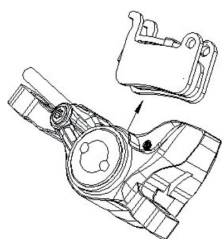
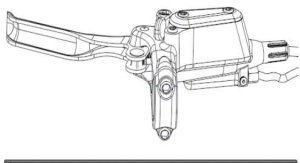

Figura 2-5 Desmontaje/montaje de pastillas de freno y accesorios
Figura 2-6 La ranura de aceite del freno de disco está paralela al suelo
- ② Retire la rueda y saque la placa de retención del cuerpo de la pinza del freno de disco (como se muestra en la Figura 2-5).
- ③ Limpie el pistón y sus alrededores.
- ④ Coloque la bicicleta de modo que el depósito de aceite del freno de disco esté nivelado con el suelo y, a continuación, desenrosque el tornillo de sellado del depósito de aceite (como se muestra en la Figura 2-6).
- ⑤ Presione el pistón hasta la posición inferior sin que se desvíe ni sobresalga (tenga en cuenta que puede salirse el aceite de la ranura de aceite).
- ⑥ Coloque pastillas de freno nuevas y vuelva a montar las ruedas.
- ⑦ Mueva la palanca de freno varias veces para asegurarse de que está compactada.
- ⑧ Después de confirmar que las pastillas de freno no interfieren con los discos, fije las ruedas.
- ⑨ Apriete los tornillos de sellado de la ranura de aceite y vuelva a colocar la palanca del freno de disco en su ángulo de conducción original.
En el cuerpo de la pinza del freno de disco, cuando el pistón se mueve o sobresale de forma irregular en ambos lados o cuando la pastilla interfiere con el disco, consulte el procedimiento para sustituir la pastilla (como se muestra en la Figura 2-5).